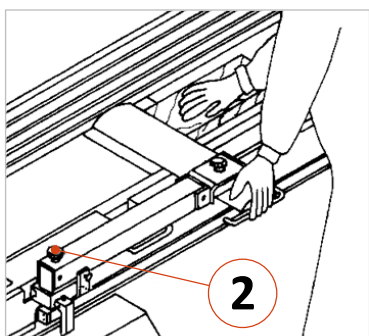

Abbildung 22: Abrichten Vorbereitung
- Der Brückenschutz wird mit der linken Hand bis zum Abrichtanschlag angeschlagen und durch Drehgriff (2) entsprechend der Dicke des Werkstücks in der Höhe eingestellt.
- Mit der rechten Hand wird das Werkstück knapp unter die Messerwellenabdeckung geschoben. Die Hand bleibt auf dem Werkstück liegen (siehe ⇒ Abbildung 22).